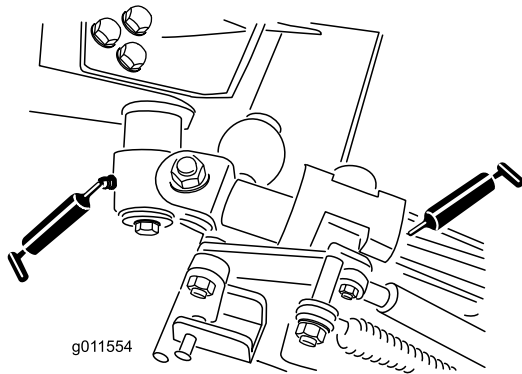

Figura 52
- 2 boccole orientabili della leva a squadra (Figura 52)
- 4 boccole del braccio posteriore (Figura 52).